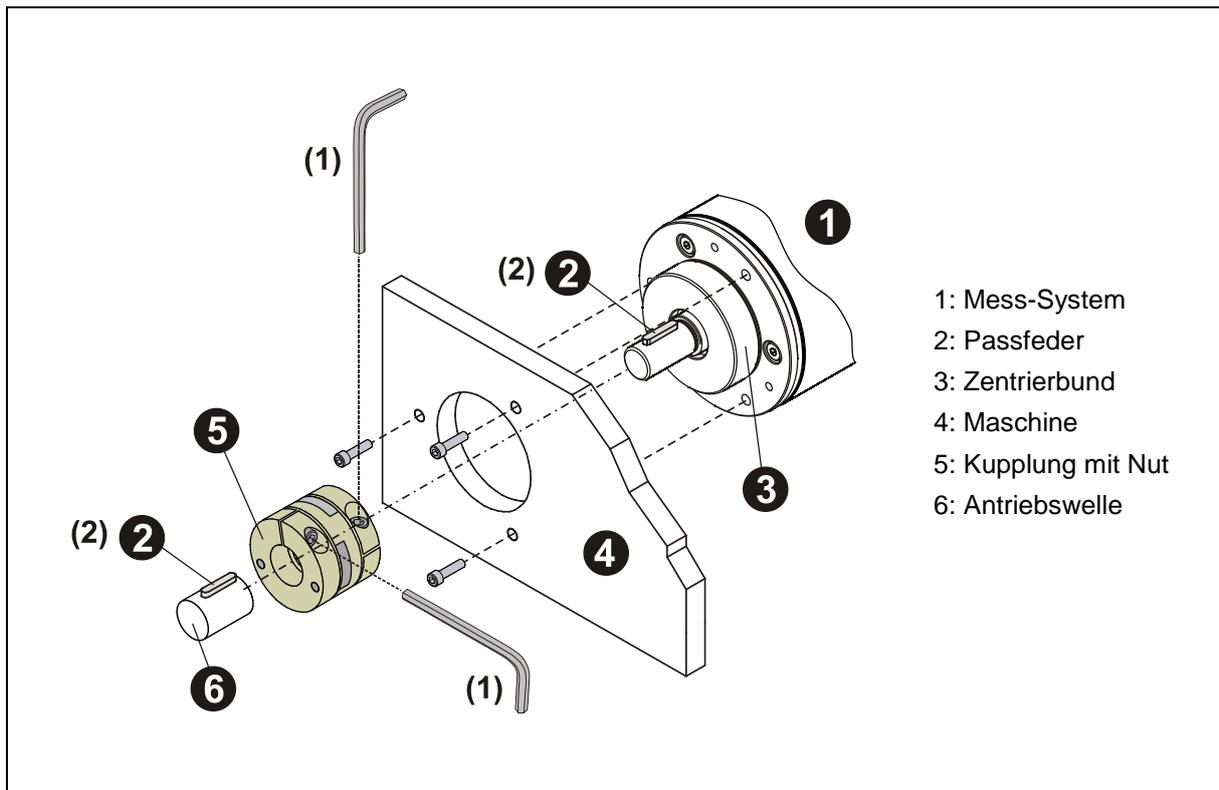

Abbildung 1: Flansch-Montage
- Axiales Verrutschen des Mess-Systems auf der Antriebswelle ist durch die Fixierung der Kupplung zu verhindern, siehe Abbildung 1, (1).
- Radiales Verrutschen (Schlupf) des Mess-Systems auf der Antriebswelle ist mittels Formschluss durch den Einsatz einer Passfeder- / Nut-Kombination (Abbildung 1, (2)) zu verhindern, hierfür ist eine Kupplung mit Nut zu verwenden.